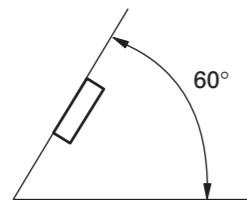

Fig. 7
- L'angle de l'installation, ne doit pas dépasser 60° par rapport à l'horizontale, faute de quoi l'unité ne fournira pas ses performances optimales. (Fig. 7)